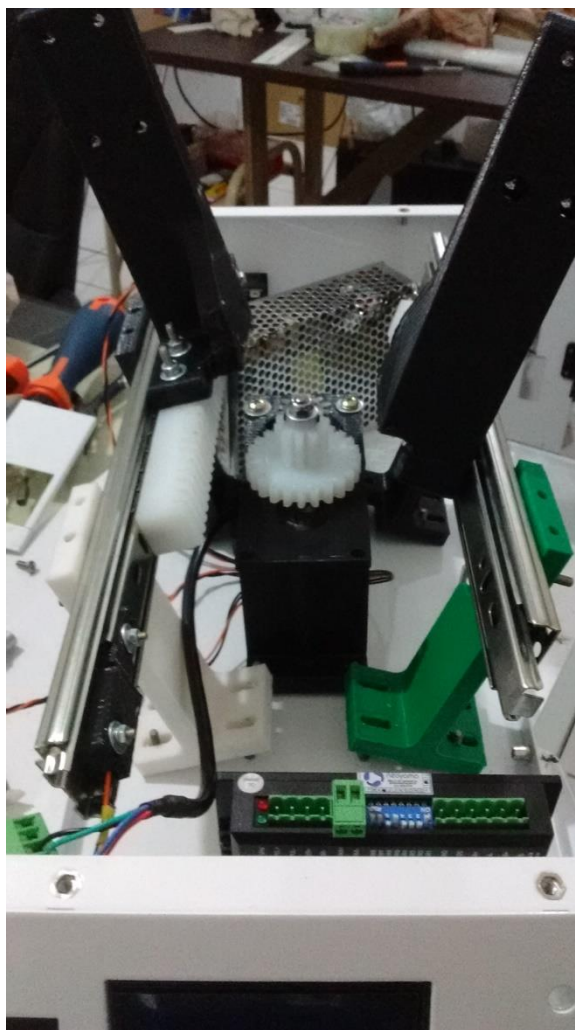

Figura 46 - Posicionamento dos trilhos e do trem de força no interior da carcaça.
4. Posicionar o trem de força como na Figura 46 e alinhar os trilhos encostando as cremalheiras na parte superior do conjunto de redução, fixando os 4 suportes para corredeiras e o suporte do motor e conjunto de redução uma vez alinhados